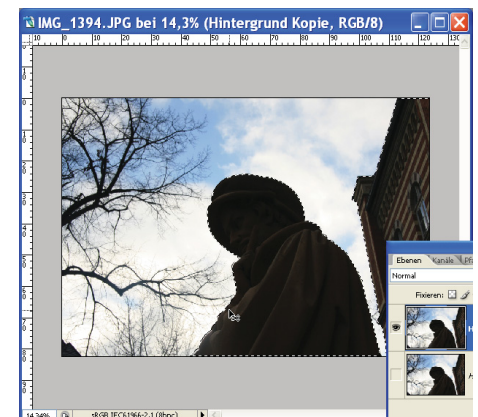

Abb. 11-63: Bild mit wenig Zeichnung in den Tiefen
Es erfolgt eine automatische Tonwertspreizung, das bedeutet, dass die hellsten Töne in Richtung WEIß (255) und die dunkelsten in Richtung SCHWARZ (0) verschoben und alle dazwischen liegenden Helligkeiten über das gesamte Spektrum von 0 bis 255 gleichmäßig verteilt werden. Nach der Tonwertspreizung weist das Histogramm Lücken auf, sogenannte Tonwertabrisse (Abb. 11-63). In den meisten Fällen ist dies unproblematisch und dem Bild nicht anzusehen.